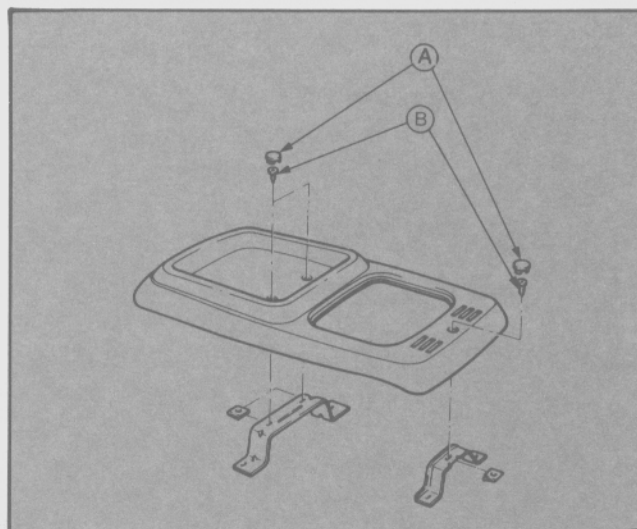

Fig. 13 - Montaje de la consola central (L).
- Retirar, utilizando un destornillador pequeño las tapas de acceso (3) de los tornillos de retención (Fig. 13).